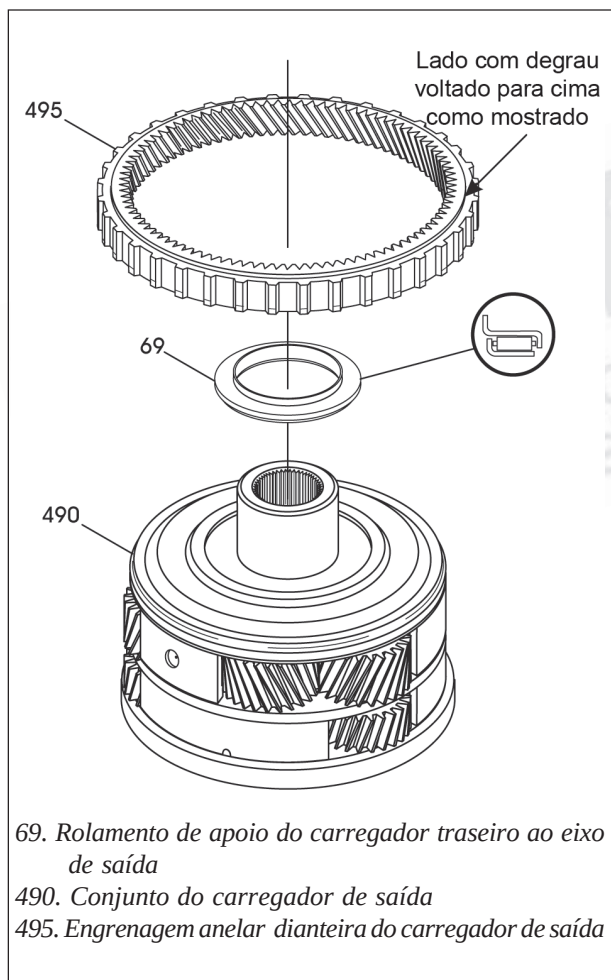
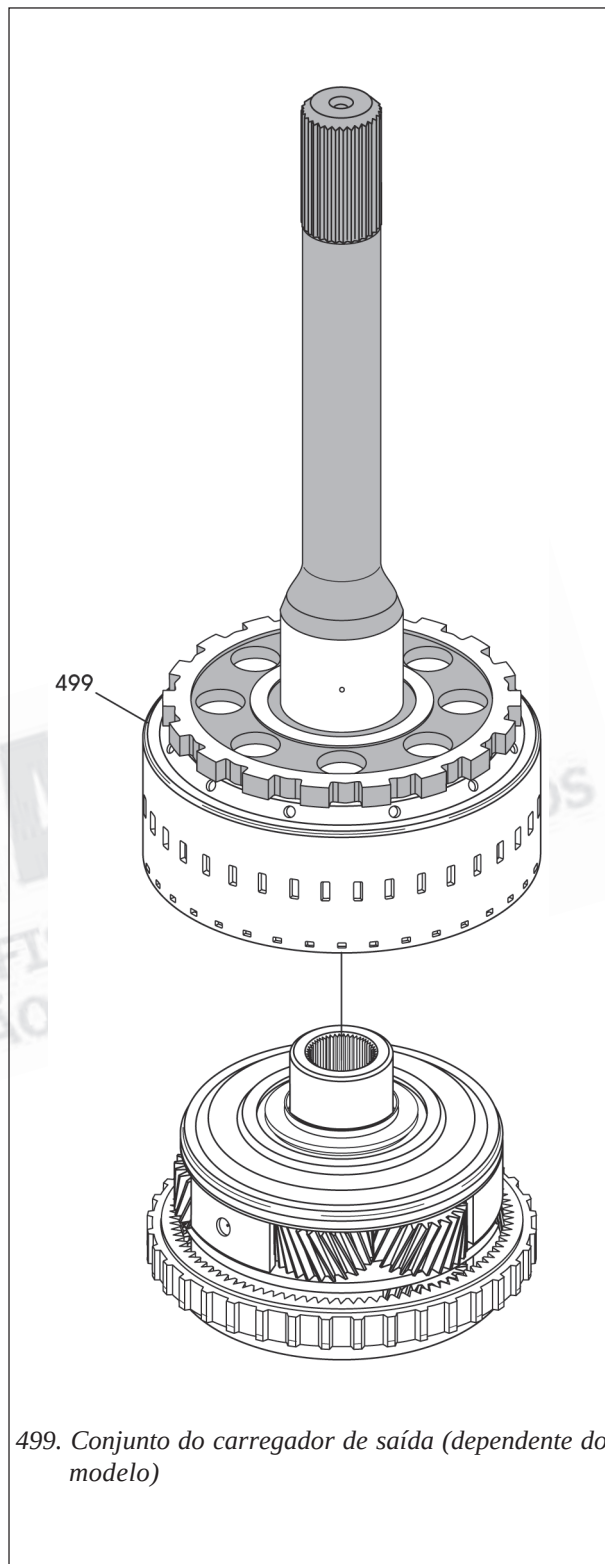

Figura 130
Figura 131
18. Posicione o conjunto finalizado do carregador planetário traseiro em uma superfície plana com o lado do anel trava voltado para baixo, conforme mostra a figura 130.
19. Instale o rolamento de apoio do carregador de saída ao eixo de saída no carregador na direção mostrada pela figura 130.
20. Instale a engrenagem dianteira do carregador planetário de saída com seu lado com degrau voltado para cima, conforme mostra a figura 130, e engrene-a com os pinhões inferiores do carregador. **Nota: O conjunto deverá se parecer com a ilustração mostrada na figura 131.**
21. Instale o conjunto do eixo traseiro sobre o carregador de saída, conforme mostra a figura 131.